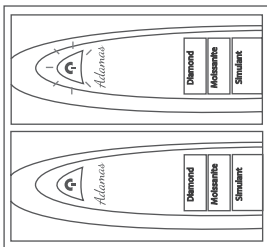

Fig. 1.10
3. Premere il pulsante di accensione per accendere il tester. Una volta che la spia READY smette di lampeggiare, il tester è pronto per entrare in modalità di calibrazione come mostrato in **Fig. 1.10**. Questo processo può richiedere fino a 25 secondi. Se la spia READY continua a lampeggiare dopo 25 secondi, la punta della sonda potrebbe non essere posizionata correttamente. Si prega di ripetere la procedura dai passaggi 1 e 2.